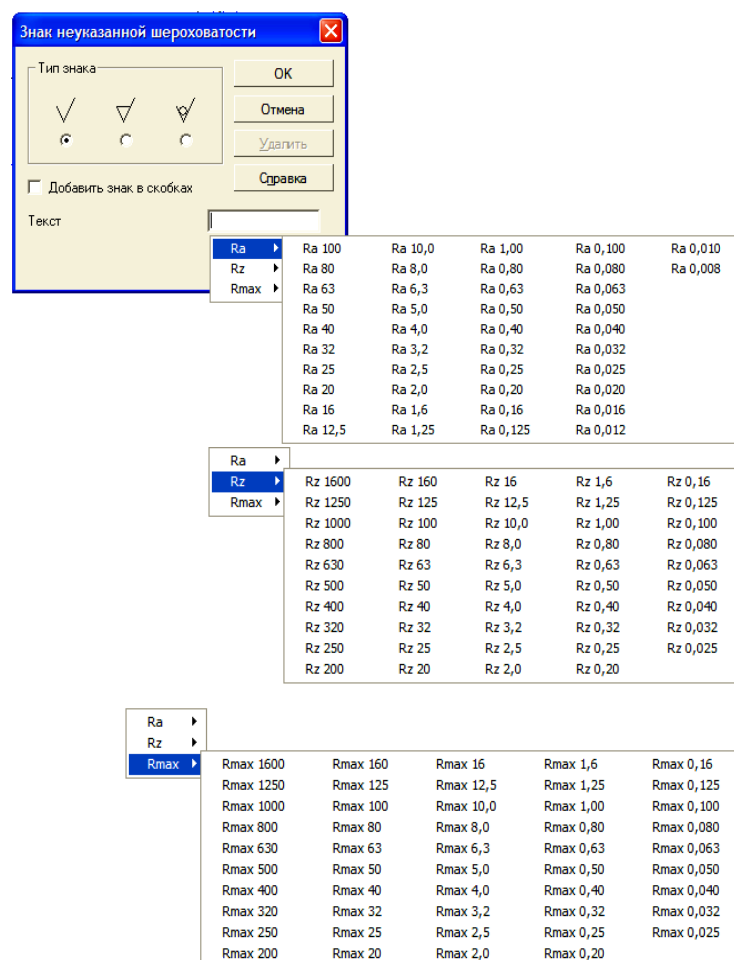

Рисунок 5.22 Панель выбора параметров неуказанной шероховатости
- в появившемся диалоговом окне выбрать поле, в котором будет текст (1, 2, 3) и сделать двойной щелчок левой клавишей мыши и в появившейся панели (Рисунок 5.22) выбрать нужное значение шероховатости;
В появившемся диалоговом окне (Рисунок 5.22) выбрать нужный тип знака. При необходимости, установить флажок в поле *Добавить знак в скобках*. Для надписи текста над знаком открыть список и выбрать нужное значение.